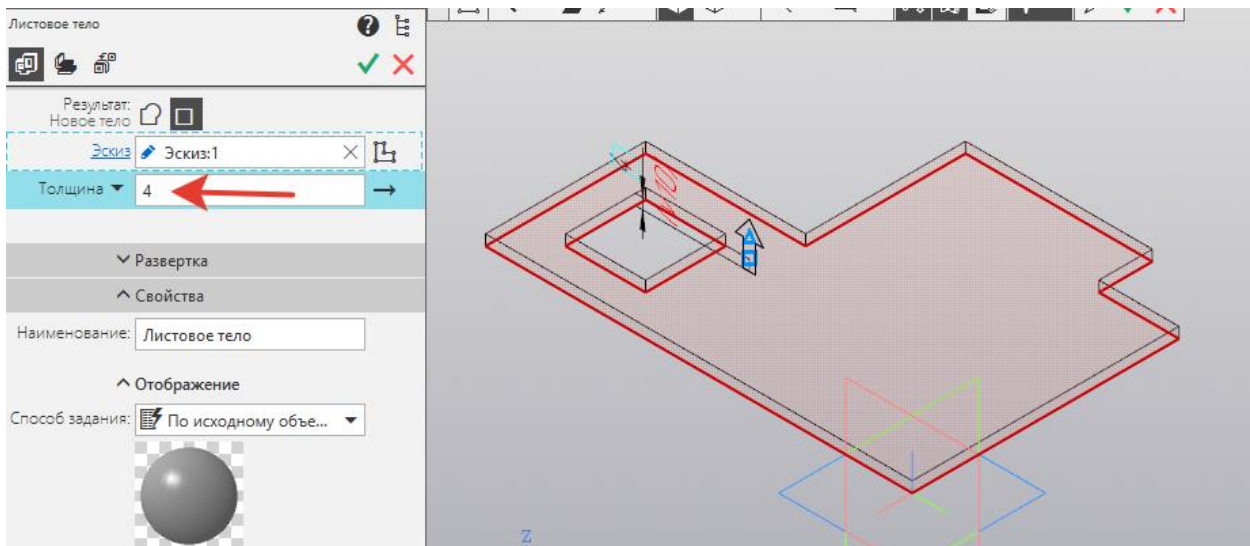

Рисунок 74.
3. На инструментальной панели открываем  **Листовое моделирование**. – **Элементы листового тела** -  **Листовое тело**. В панели **Параметры** задать: **Толщина** – 4. **Создать объект**  (рисунок 74).